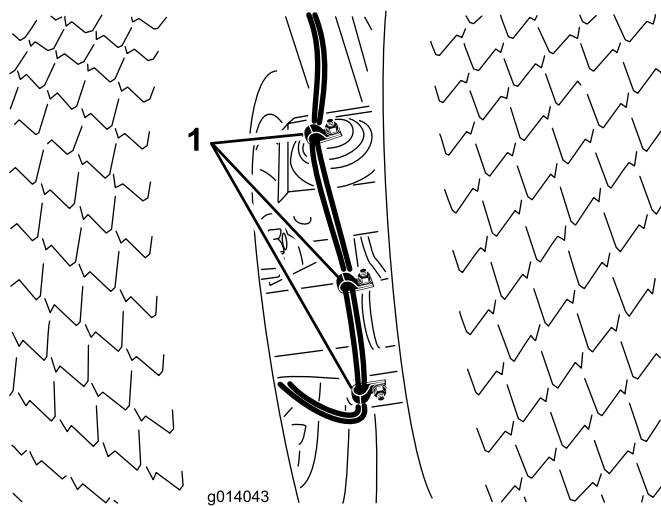

図 10
19. アクスルの左右にそれぞれ 3 本ずつ出ているスタッドにワイヤ・ハーネスを接続し、R クランプとロックナットで固定する（図 10）。